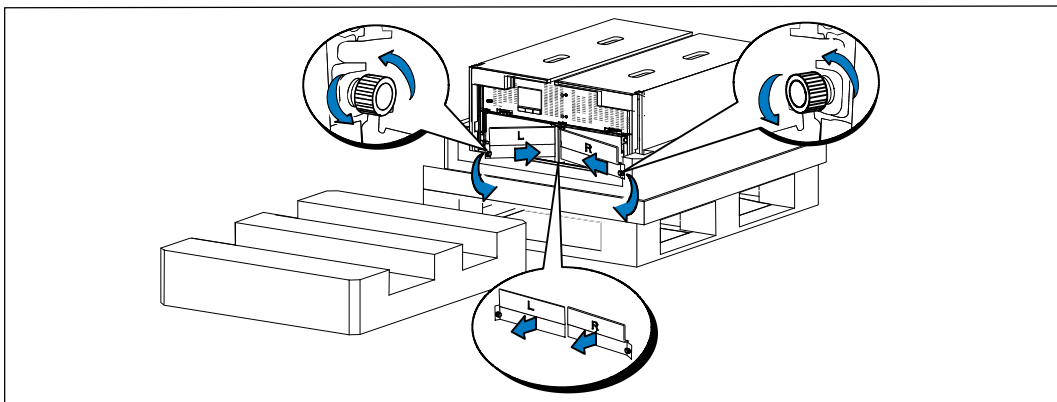

Рисунок 7. Удаление кронштейна крепления батареи
- 5 Снимите оба кронштейна крепления батареи с ИБП (см. Рисунок 7):